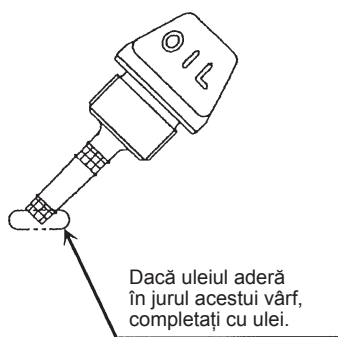
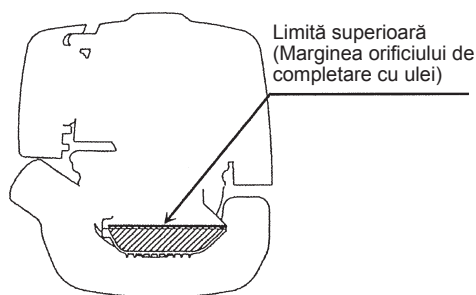

Fig. 1
Fig. 2
- În timp ce mențineți motorul drept, scoateți joja de ulei și verificați că uleiul se află între marcajele de limită superioară și inferioară. Când uleiul este atât de puțin încât joja de ulei atinge uleiul doar cu vârful, în special când joja de ulei rămâne introdusă în carter fără a fi înșurubată (Fig. 1), completați cu ulei nou până aproape de orificiu (Fig. 2).
- (1) Țineți motorul drept, și scoateți joja de ulei.
- (2) Completați cu ulei până la marginea orificiului de completare cu ulei. (Consultați Fig. 2 din pagina anterioară).